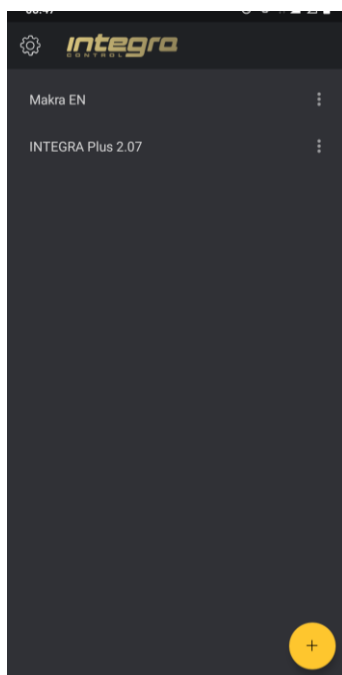

Рис. 6. Приложение INTEGRA CONTROL. Список добавленных систем ОС.
7. Добавленный приемно-контрольный прибор появится на экране «Объекты» (рис. 6).